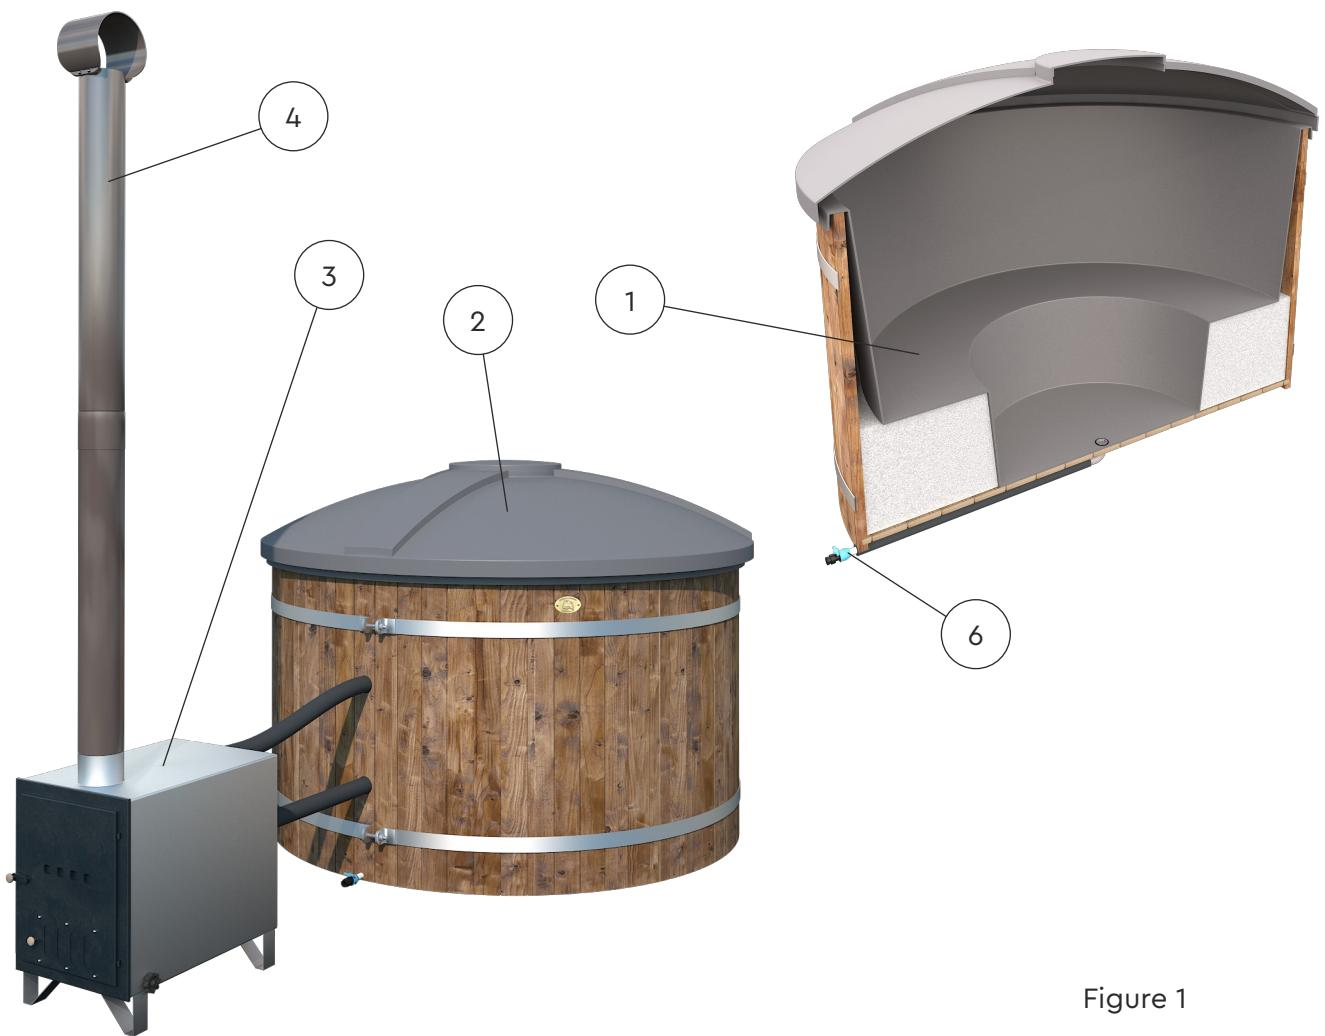

Figure 1
**Cuve thermale** – la partie de la cuve thermale remplie d'eau (voir Figure 1).
6. Robinet de vidange de la cuve thermale voir Figure 1